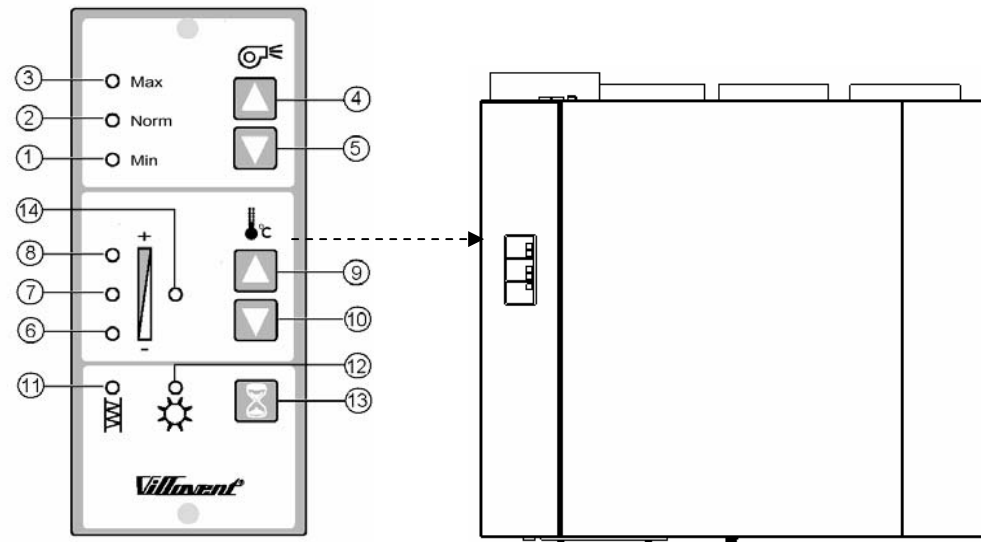

Fig. 11
4. Ønsket driftstid mellom filterbytte velges (fig. 11). Fra fabrikk er driftstiden mellom filterbytte satt til 9 mnd. Ved normal kvalitet på uteluften vil 9 mnd. driftstid mellom filterbytte være passende. Dersom uteluften er forurenset av veitrafikk, industri, utslipp fra fyringsanlegg etc. anbefales driftstiden mellom filterbytte satt til 6 mnd. Selv om uteluftkvaliteten er meget god, og tilluftfilteret ikke er tett, anbefales ikke lengre driftstid mellom filterbytte enn 12 mnd. (Lukt fra organisk forurensing i filteret vil kunne redusere kvaliteten på inneluften). For å øke eller redusere driftstiden mellom filterbytte trykkes samtidig på bryterene (13) og (9) eller (13) og (10). Valgt innstilling bekreftes ved kortvarig blinkende lys i lampe (14) og lys i:
- lampe (6) ved 6 mnd. driftstid mellom filterbytte
- lampe (7) ved 9 mnd. driftstid mellom filterbytte
- lampe (8) ved 12 mnd. driftstid mellom filterbytte
4. Önskad bytesintervall för filterbyten väljs (fig. 11). Fabriksinställningen är satt till 9 månader. Vid normal kvalitet på uteluften, är 9 månader mellan filterbyten en passande intervall. Där uteluften är förorenad av avgaser, industrier, utsläpp från förbränningsanläggningar mm, rekommenderar vi att intervallen för filterbytet ställs in på 6 månader. Oavsett om uteluftskvaliteten är mycket god, och uteluftsfilteret ej är igensatt, rekommenderar vi ej längre bytesintervall än 12 månader. (Lukt från organiska föroreningar i filtren kan reducera kvalitén på tilluften). För att öka eller minska intervallet mellan filterbyten, trycks samtidigt knapparna (13) och (9) eller (13) och (10) in. Vald inställning bekräftas genom kortvarig blinkning i lampa (14), samtidigt som det lyser i:
- Lampa (6) vid 6 månaders intervall.
- Lampa (7) vid 9 månaders intervall.
- Lampa (8) vid 12 månaders intervall.
- ① ② ③ Kontrollleuchte für Volumenstrom
- ④ ⑤ Tastschalter für Volumenstrom
- ⑥ ⑦ ⑧ Kontrollleuchte n Zulufttemperatur
- ⑨ ⑩ Tastschalter Zulufttemperatur
- ⑪ Kontrollleuchte Filterwechsel
- ⑫ Kontrollleuchte Sommerbetrieb